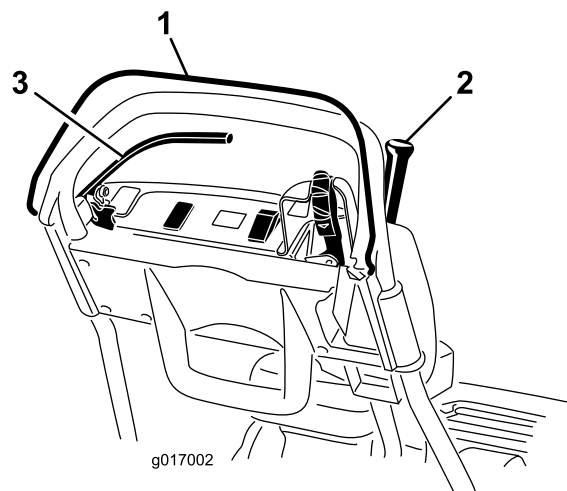

Figure 28
3. Relâchez la commande OPC et essayez d'engager le levier de commande de déplacement (Figure 28). Le levier de commande de déplacement ne doit pas s'engager. Si le levier de commande de déplacement s'engage, le système de sécurité doit être révisé. Corrigez le problème avant d'utiliser la machine. Voir Entretien du contacteur de sécurité de déplacement \(page 33\).
- OPC (Figure 28). Le levier de commande de déplacement doit s'engager. Si le levier de commande de déplacement ne s'engage pas, le système de sécurité doit être révisé. Corrigez le problème avant d'utiliser la machine. Voir la Entretien du contacteur de sécurité de déplacement \(page 33\) ou la (page).
5. Après avoir appuyé sur la commande OPC et déplacé le levier de changement vers la gauche, engagez le levier de commande de déplacement et du cylindre, puis relâchez la commande OPC (Figure 28). Le levier de commande de déplacement doit s'engager. Si le levier de commande de déplacement ne s'engage pas, le système de sécurité doit être révisé. Corrigez le problème avant d'utiliser la machine. Voir la Entretien du contacteur de sécurité de déplacement \(page 33\), la (page) ou la Réglage de la commande du cylindre \(page 37\).
6. Après avoir appuyé sur la commande OPC et déplacé le levier de changement vers la gauche pour engager la commande de déplacement et du cylindre, déplacez le levier de changement vers la droite pour désengager la commande du cylindre (Figure 28). La commande du cylindre doit se désengager. Si le levier de commande de déplacement ne s'engage pas, le système de sécurité doit être révisé. Corrigez le problème avant d'utiliser la machine. Voir Réglage de la commande du cylindre \(page 37\).
3. Moteur en marche, serrez le frein de service (pas le frein de stationnement), appuyez sur la commande OPC et engagez le levier de commande de déplacement (Figure 28). Le moteur doit alors peiner pour faire avancer la machine mais ne doit pas caler. Si le moteur cale immédiatement, le contacteur de sécurité est défectueux. Corrigez le problème avant d'utiliser la machine. Voir Entretien du contacteur de sécurité de frein \(page 33\).
4. Moteur en marche, serrez le frein de stationnement, appuyez sur la commande OPC et engagez le levier de commande de déplacement (Figure 28). Le moteur doit s'arrêter. Si le moteur ne s'arrête pas, le contacteur de sécurité est défectueux. Corrigez le problème avant d'utiliser la machine. Voir Entretien du contacteur de sécurité de frein \(page 33\).
2. Appuyez sur la commande OPC, engagez le levier de commande de déplacement et amenez les commandes du moteur en position de démarrage (Figure 28). Essayez de mettre le moteur en marche. Le moteur ne doit pas démarrer. Si le moteur démarre, le contacteur de sécurité est défectueux. Corrigez le problème avant d'utiliser la machine. Voir Entretien du contacteur de sécurité de déplacement \(page 33\).
2. Appuyez sur le levier de commande de déplacement, serrez le frein de service et amenez les commandes du moteur en position de démarrage (Figure 28). Essayez de mettre le moteur en marche. Le moteur doit démarrer. Si le moteur ne démarre pas, le contacteur de sécurité est défectueux. Corrigez le problème avant d'utiliser la machine. Voir Entretien du contacteur de sécurité de frein \(page 33\).